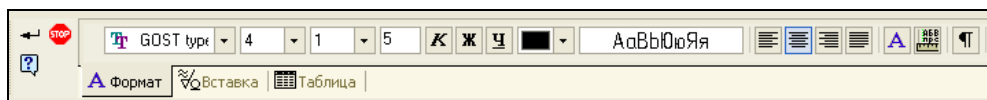

Рис. 24.5. Панель свойств, вкладка **Формат**
- ◆ если размеры таблицы небольшие, то увеличьте их с помощью кнопок панели инструментов **Вид** или колесом мыши. Обратите внимание на Панель свойств. Она открыта на вкладке **Формат** (рис. 24.5). Установку параметров на вкладке **Формат** и вкладке **Вставка** мы рассматривали в уроке 23;